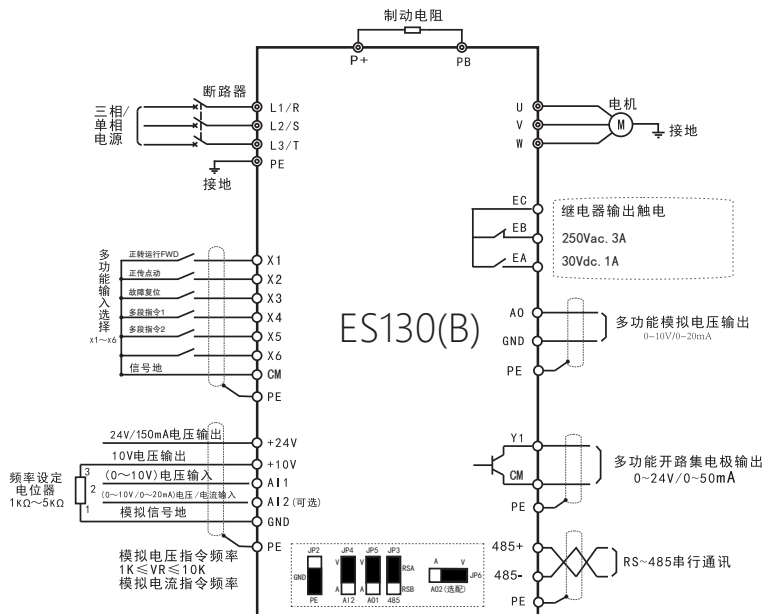

图 3-9 主回路和控制回路的标准接线
ES130(B) 系列变频器主回路和控制回路的标准接线如下图 3-9 所示